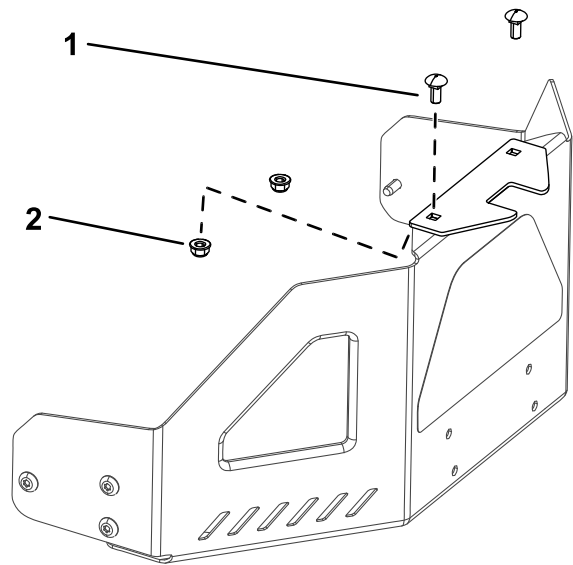

Figure 9
1. Fixez le support de stabilisation à la protection du moteur au moyen de 2 boulons de carrosserie (5/16" x 3/4") et 2 contre-écrous (5/16") (Figure 9).